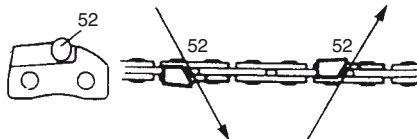

Fig. 41
Limez (52) le maillon-gouge d'un côté de la chaîne, de l'intérieur vers l'extérieur. Limez seulement avec des mouvements vers l'avant. (Fig. 41)